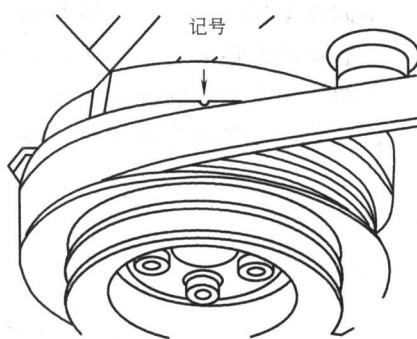

图 1-3 曲轴带轮记号
- 2) 转动曲轴带轮 5，使其记号与机体记号对齐（图 1-3），此时为第一缸活塞处于上止点位置。保持该位置不变，以备后面观察配气齿轮位置用。